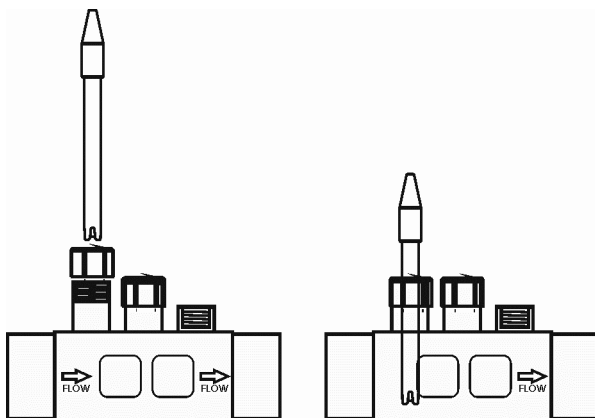

Abb. 12
1. Die mit dem Gerät gelieferten pH sensor in die entsprechenden Sensorträgerlagerungen einsetzen (Abb. 12).